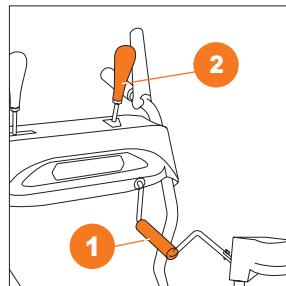

Рис. 23
- Для регулировки направления и дальности выброса на DAST 6560 и DAST 7565 воспользуйтесь ручкой изменения направления **1** и рычагом регулировки дальности **2** (Рис. 23).